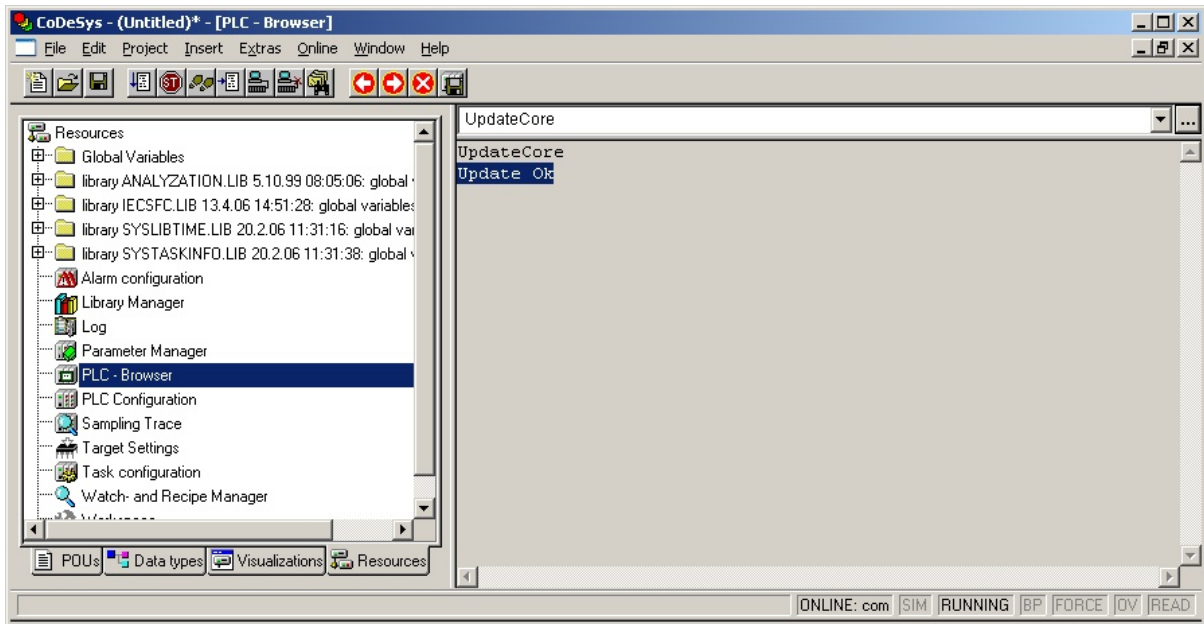

Рисунок 10.6 – Окно «ПЛК Браузер (PLC-Browser)»
- 10) Выбрать команду «UpdateCore». В поле отображения реакции ПЛК на введенную команду отобразится сообщение «Update OK» (см. рисунок 10.6).